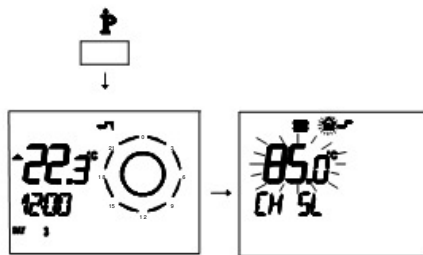

Figura 5.39
- Pulse durante más de **3** segundos el botón  para entrar en la modalidad **INFU** (Figura 5.39).